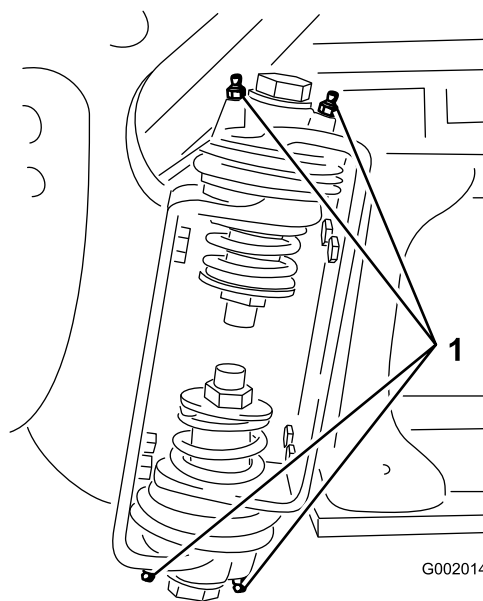

Figura 33
2. Bombear grasa en el cojinete o casquillo de cada punto de engrase Figura 33.